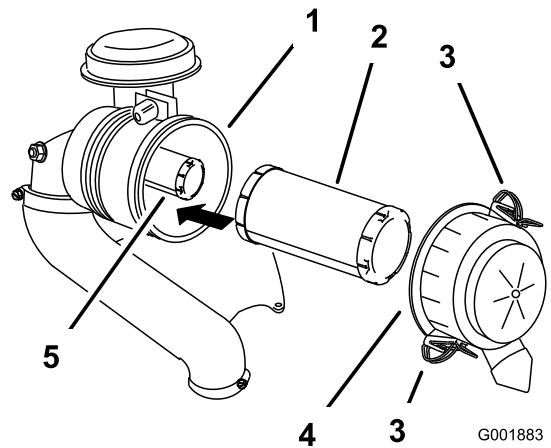

Figure 45
5. Sortez le préfiltre du boîtier du filtre avec précaution (Figure 45).
3. Ouvrez les dispositifs de verrouillage du filtre à air et détachez le couvercle du boîtier du filtre (Figure 45).
2. Si vous remplacez l'élément intérieur, insérez-le avec précaution dans le boîtier du filtre (Figure 45).
3. Placez ensuite le préfiltre sur l'élément de sécurité avec le même soin (Figure 45).
4. Remettez en place et verrouillez le couvercle du filtre à air (Figure 45).